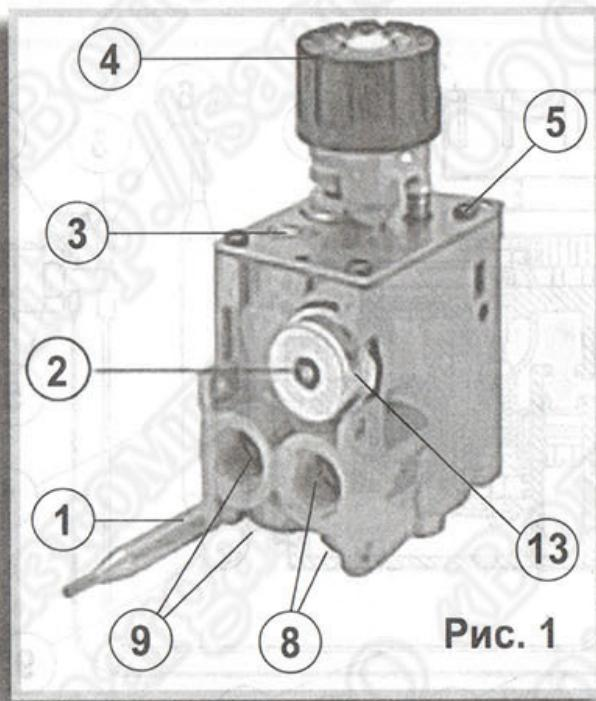
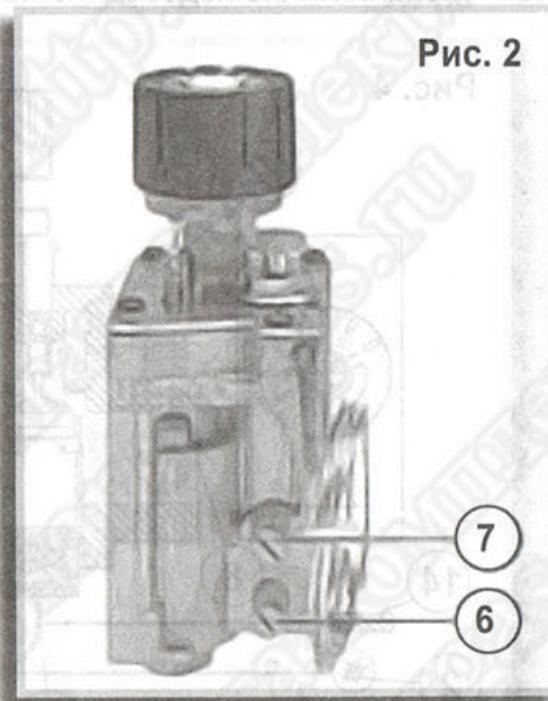
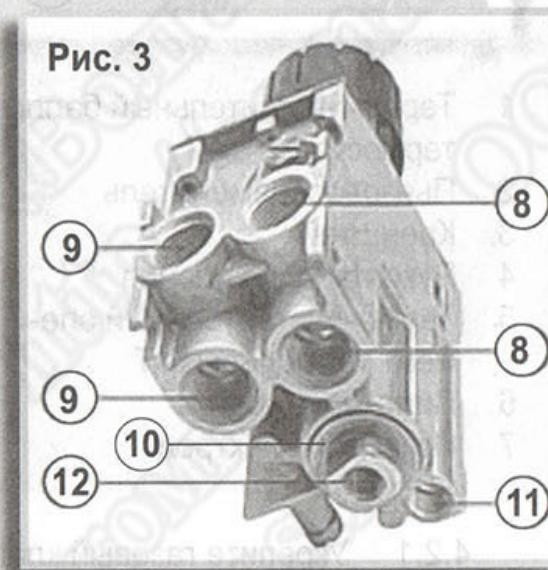

Рис. 1
Рис. 2
Рис. 3
3.1 Автоматика включает в себя следующие узлы: см. рис.1, рис.2, рис.3.
- 4.2.7 Подсоедините трубопровод к установленной пилотной горелке и к входному отверстию п.11 (рис.3) газового клапана.
- 4.2.8 Подсоедините термопару SIT п.10 (рис.4) к отверстию п.12 (рис.3).
5.4.1.1 При внезапном отключении газа или задува пламени пилотной и основной горелки, прекращается нагрев термочувствительного элемента термопары SIT; понижаясь э.д.с. термопары выключит магнитный блок п.10 (рис.3) и клапан магнитного блока перекроет подачу газа.
5.5.1 Проверьте входное и выходное давление газа, используя точки проверки 6 и 7 (рис.2). Для этого открутите резьбовые заглушки и подключите контролирующие приборы. После проверки, установите резьбовые заглушки и проверьте их герметичность. Рекомендуемый вращающий момент 2,5 Мт.
- поворачивая регулировочный винт регулятора давления газа п.13 (рис.1) по часовой стрелке увеличивая поток газа.
- вращайте винт минимального потока газа п.3 (рис.1) против часовой стрелки для увеличения потока газа.
- вращая винт п.5 (рис.1) по часовой стрелке, уменьшая поток газа и соответственно наоборот.
- разрешается только один вид ремонтных операций: замена магнитного блока п. 10 (рис.3).